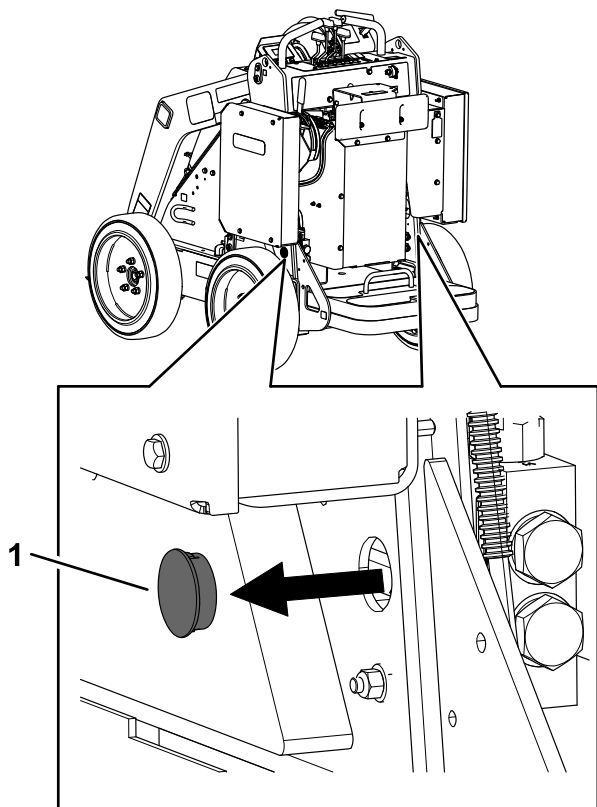

Figura 15
2. Scoateți dopul ce acoperă fiecare supapă de remorcare (Figura 15).